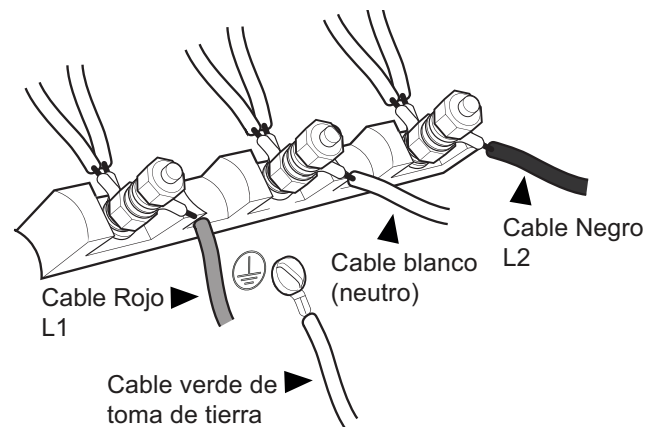

Figura 12: Conexión de cuatro cables
4. Fije el cable neutro de toma de tierra del circuito de alimentación al contacto central de la caja de conexiones con una tuerca (vea la *Figura 12*).